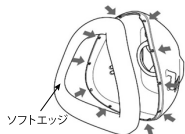

図12 大人用マスクのソフトエッジの取り外し
1. 大人用マスクのソフトエッジを外し(図12)、マウスピースとマスク、大人用マスクのソフトエッジの全表面を水で2～3分間すすいでください。